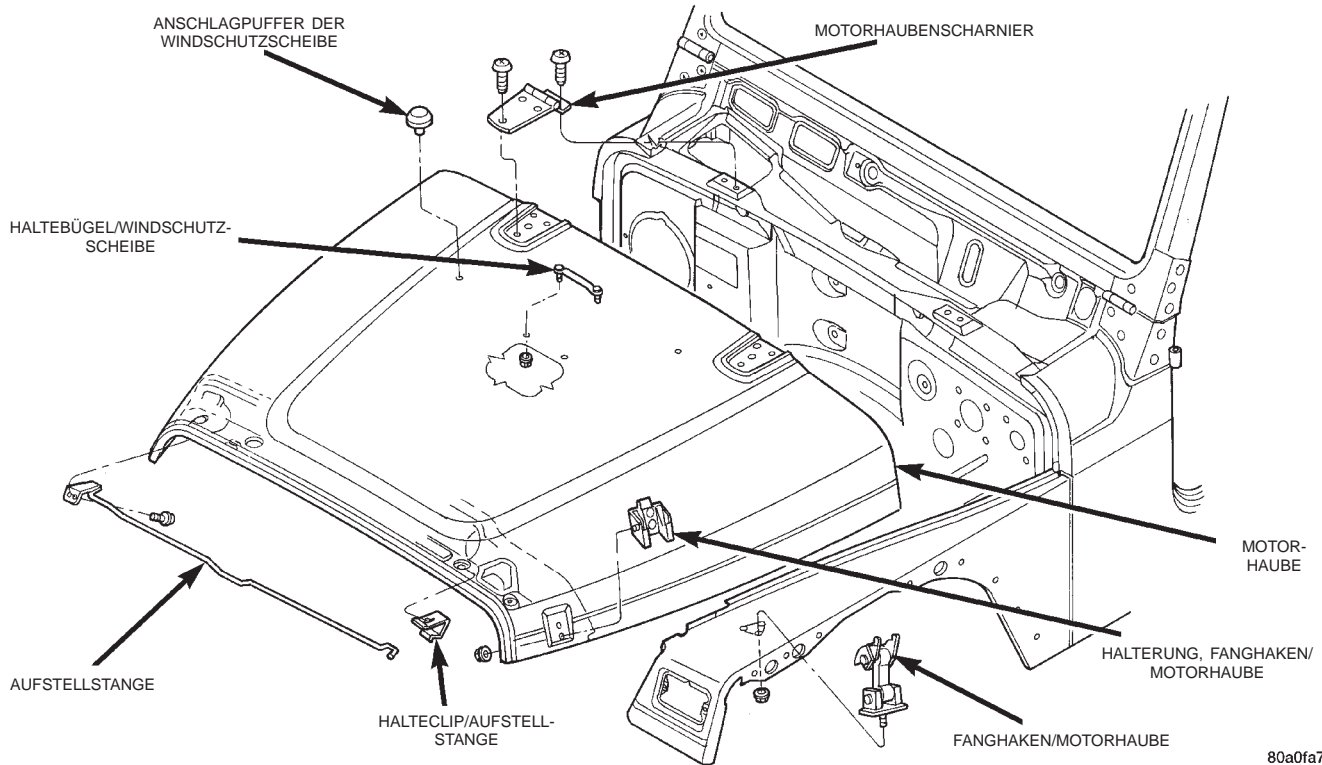

Abb. 2 Bauteile der Motorhaube
- (1) Motorhaube öffnen und abstützen.
- (2) Kabelbaum-Steckverbinder der Motorraumleuchte abklemmen.
- (3) Sprühdüsen der Scheibenwaschanlage abklemmen.
- (4) Masseband abklemmen.
- (5) Die Lage der Scharniere zur Erleichterung des späteren Einbaus markieren.
- (6) Befestigungsschrauben lösen, mit denen die Motorhaube an den Scharnieren befestigt ist, und Motorhaube ausbauen (Abb. 2).
- (7) Falls die Motorhaube ausgetauscht werden muß, die Dämmplatte, Scharniere, Riegel, Anschlagpuffer, Halterungen, Befestigungsanker, Motorraumleuchte, Aufstellstange und Fanghaken an der Austausch-Motorhaube montieren (Abb. 2).
- (1) Wischerarme abbauen.
- (2) Windlaufblech und -gitter ausbauen.
- (3) Befestigungsschrauben lösen, mit denen das Scharnier am Windlauf befestigt ist.
- (4) Lage des Scharniers an der Motorhaube für den späteren Einbau mit einem Fettstift markieren.
- (5) Befestigungsschrauben lösen, mit denen das Scharnier an der Motorhaube befestigt ist (Abb. 2).
- (6) Scharnier von der Motorhaube abbauen.